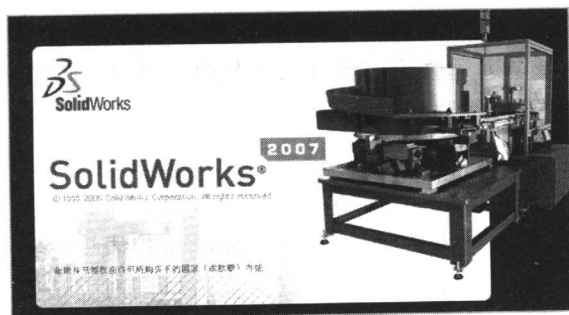

图 1-1 启动画面
(1) 双击桌面上的 SolidWorks 2007 快捷方式图标,就可以启动 SolidWorks 2007, SolidWorks 2007 启动画面如图 1-1 所示。